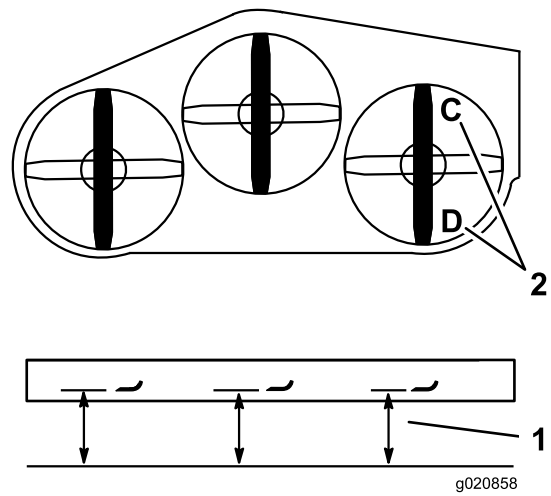

Figura 84
1. Coloque la cuchilla derecha en posición longitudinal (Figura 84).
2. Mida la cuchilla izquierda en la posición **C** desde una superficie nivelada hasta el filo de corte de la punta de la cuchilla, y anote esta medida (Figura 84).
3. Mida la cuchilla izquierda en la posición **D** desde una superficie nivelada hasta el filo de corte de la punta de la cuchilla, y anote esta medida (Figura 84).
4. La cuchilla de corte debe estar entre 6 y 10 mm más baja en la posición **C** que en la posición **D** (Figura 84). Si no es correcta la distancia, continúe con los pasos siguientes.